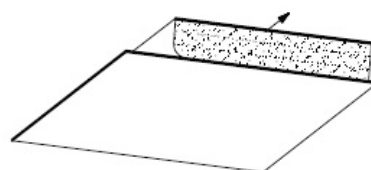

Abbildung 9
**FERTIGUNGSSCHRITT 2:** Das Pressteil wird in der ersten Sektion der Postforminganlage durch weitere Fräsaggregate in die endgültige Profilform gebracht. Bei den so genannten L-Profilen wird lediglich der Rückseiten-Schichtstoff zur Trägerplatte hin bündig und der Vorderseitenschichtstoff auf erforderlichen Überstand gefräst (siehe Abb. 9).